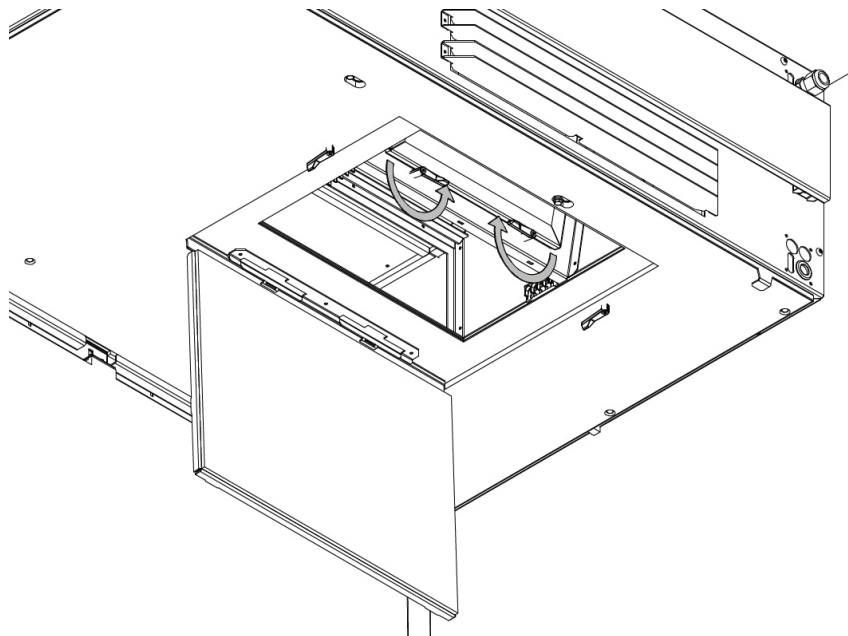

Afbeelding 11: Het grove filter verwijderen
4. Verwijder het filter en vervang het door een nieuw filter, zie Afbeelding 11 en Afbeelding 12.